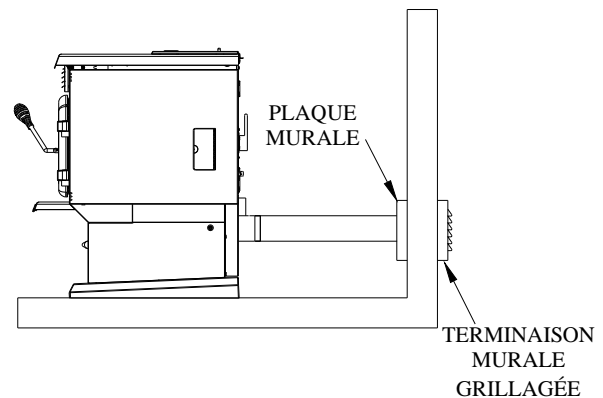

Figure 5
Pour l'installation dans une maison mobile, le poêle doit être connecté à une prise d'air extérieur. Un tuyau métallique, rigide ou flexible, d'un diamètre intérieur de 3", peut être raccordé à la buse prévue à cet effet, à l'arrière du poêle (voir figures, 4, 5, et 6). Un garde anti-rongeur en métal déployé doit protéger l'entrée (voir figure 5). Toutes les connexions doivent être scellées à l'aide de collets de serrage ou de ruban métallique UL-181-AP.
- Un trou dans le mur à l'arrière du poêle. Figure 5